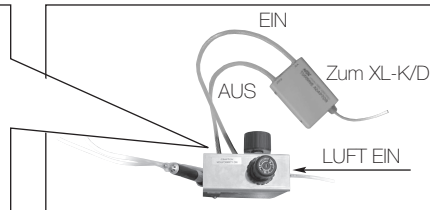

Abb.5
⑭ Turbinenadapteranschluss auf der Rückseite der Einheit stecken. (Abb. 5) Die beiden Schläuche des
③ Turbinenadapters in die Öffnungen für den